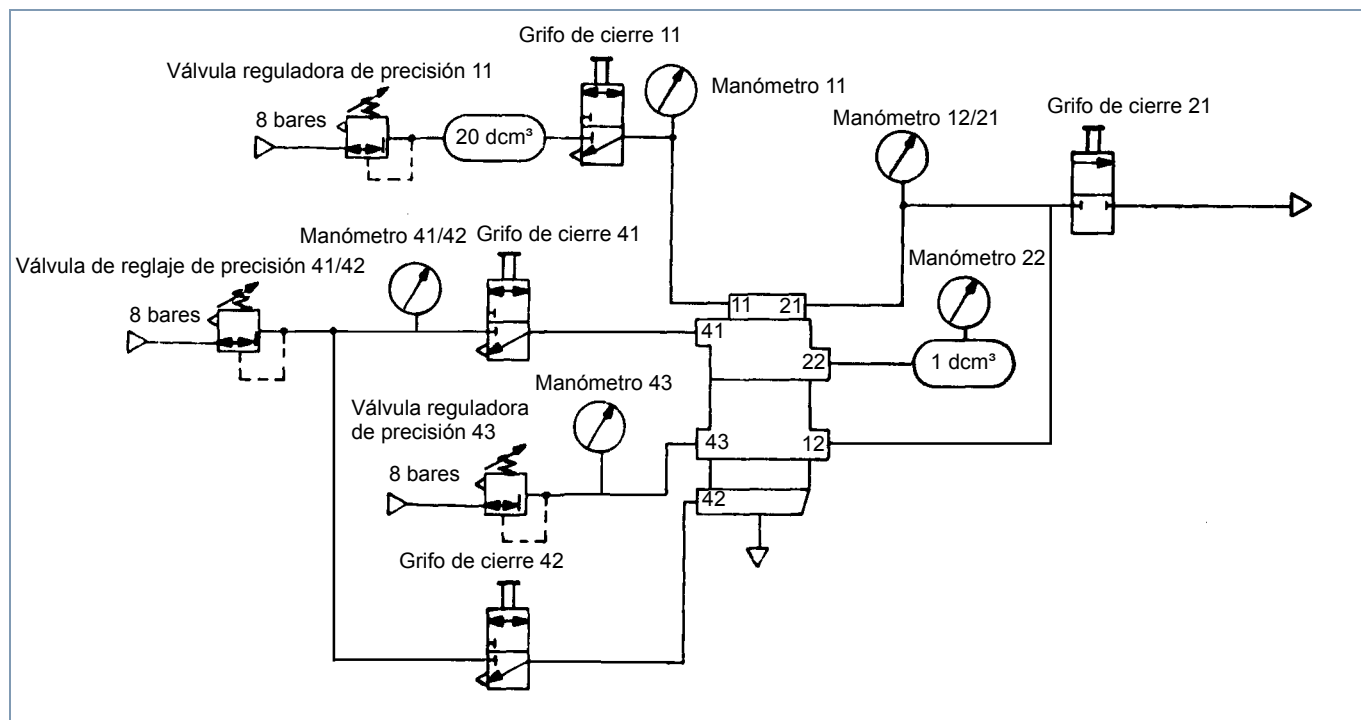

Fig. 3 Comprobación "válvula principal"
- Banco de pruebas 435 197 000 0 o un dispositivo de comprobación adecuado (véase fig. 3 y 4)
! Si no se dispone del banco de pruebas 435 197 000 0, debe comprobarse el aparato de acuerdo al esquema siguiente (véase fig. 3 + 4).